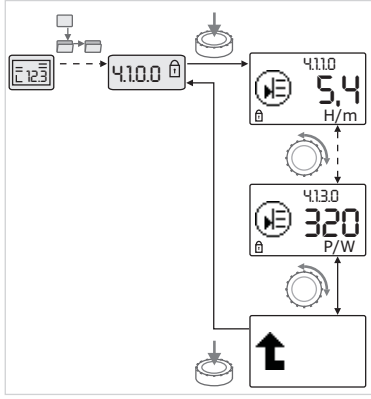

Fig. 46: Bilgileri görüntüleme
- Kumanda düğmesini döndürerek güncel alt menüdeki "Bilgi" tipi menü öğelerine gidebilirsiniz (bkz. Fig. 46). Sembollerle temsil edilen ayarların açıklamalarını 8.7 "Menü öğeleri referansı", sayfa 36 bölümündeki tabloda bulabilirsiniz.